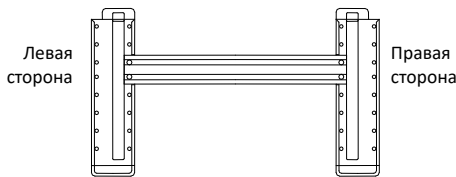

Рис. 3
- Расположите металлическую монтажную панель внутреннего блока на стене в соответствии с рис. 3.